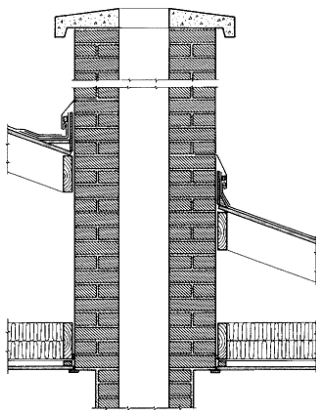

Fig. 335
**335 Utførelse over tak. Skorsteinen kan spekkes eller rappes utvendig. Teglpipen gjennom kaldt loft og over tak skal ha minst halvsteins vanger (230 mm), se fig. 335.**